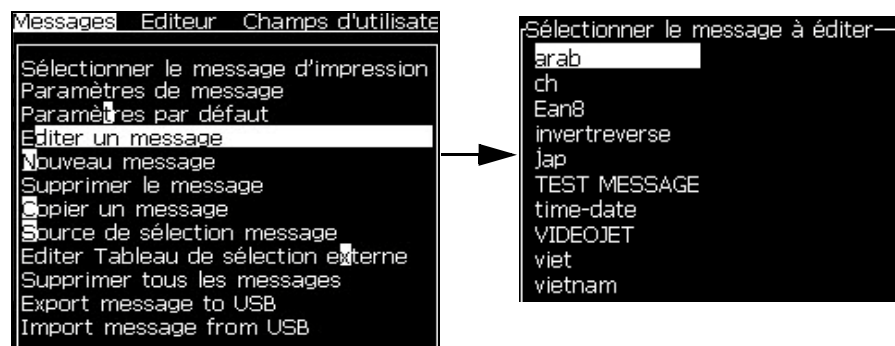

Figure 5-37: Option Editer un message
- 2 Sélectionnez *Editer message*. La boîte de dialogue *Sélectionner le message* à éditer apparaît. Reportez-vous à Figure 5-37.